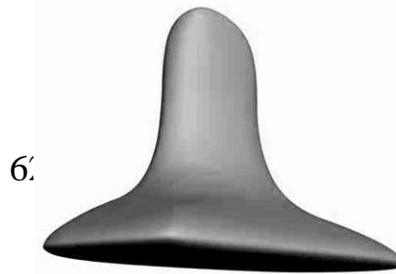

Рисунок 43
9. Убедитесь, что вы вышли из режима редактирования подобъектов. Примените модификатор MeshSmooth (Сглаживание каркаса). Установите переключатель Classic (Стандартный режим). Render Values – галочку. В группе Surface Parameters (Параметры поверхности) установите флажок Smooth Result (Сглаживать результат). Вытяжка приобрела обтекаемую форму, как на рис. Увеличьте Iteration до 3 - см. рисунок 43.